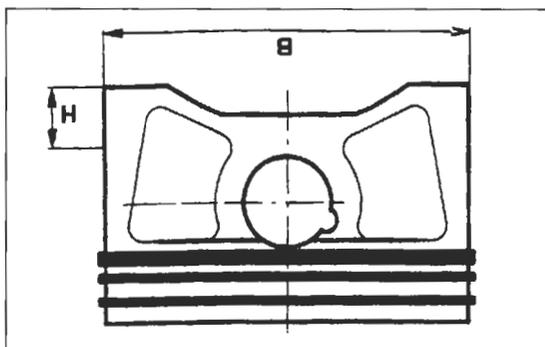

Bild 118
- 📏 Am Pleuellager 5 mm über Unterkante, im rechten Winkel zur Pleuellagerachse, Aussen-durchmesser des Pleuels messen (Bild 118). Sollwert 67,925 – 67,940 mm. Errechnetes Spiel des Pleuels im Zylinder soll 0,06 – 0,08 mm betragen; Verschleissgrenze 0,120 mm.